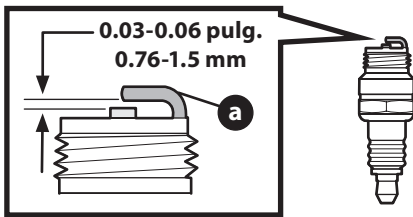

Figura 10
6. Mida la separación de bujía con un calibre. Corrija de ser necesario torciendo el electrodo lateral (a) (Figura 10). La separación debe establecerse entre 0.030 - 0.06 pulgadas (0.76 - 1.5 mm).